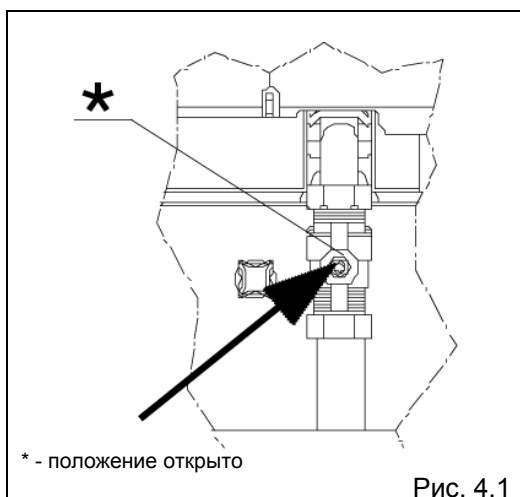

Рис. 4.1
- откройте вентиль газа, повернув против часовой стрелки ручку, которая находится под котлом, для того чтобы открыть подачу топлива (рис. 4.1)